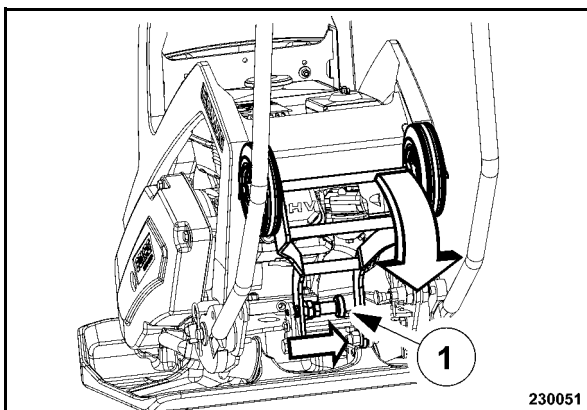

рис. 35
- Деблокировать предохранительный болт (1) (рис. 35) и откинуть вниз транспортировочные колеса.